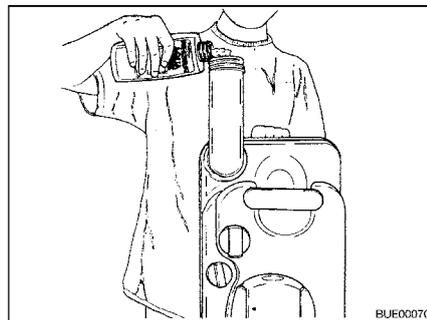

Fig. 155 Remplir de liquide pour sanitaires
- Remplir le réservoir pour matières fécales de la quantité indiquée de liquide pour sanitaires (Fig. 155).